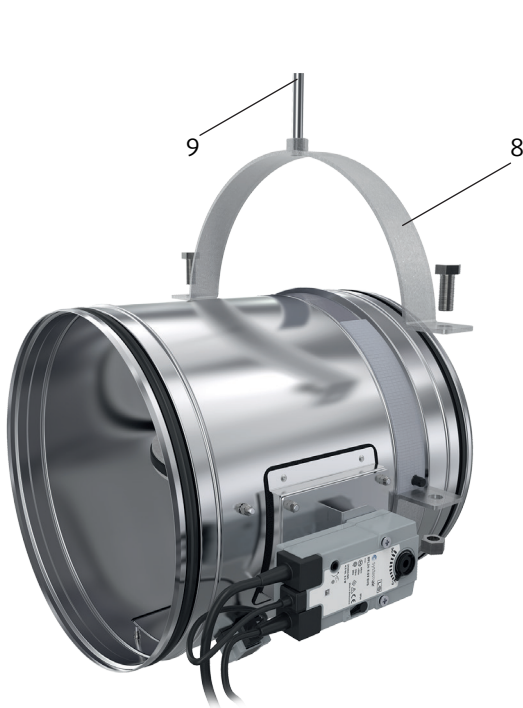

Abb. 42: Brandschutzklappe FDR-3G für den Einbau vorbereiten, dabei 1 x Gewindestange M12 verwenden.
Alle 4 Teile des Montagesatzes IKOWS-PKI um die Perforation herum gemäß Abb. 42 anbringen und einen geeigneten Brandschutzkitt-Anstrich (6) auf die Kontaktflächen der Platten und der BSK aufbringen. Mit den beiliegenden Schrauben befestigen.
⑤ An & ⑥ Außerhalb